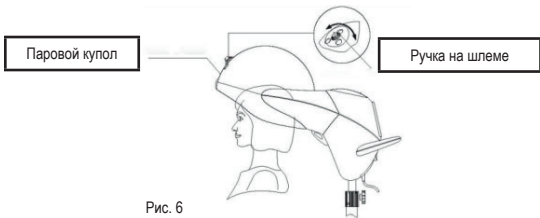

Рис. 6
2. Угол наклона шлема установить по центру над лбом / шейю клиента так, чтобы паровой купол полностью покрывал волосы клиента. Лицо и глаза клиента должны находиться вне парового купола. Ручка на шлеме вращается прямо и свободно и регулирует количество вылетающего пара. (Рис. 6).